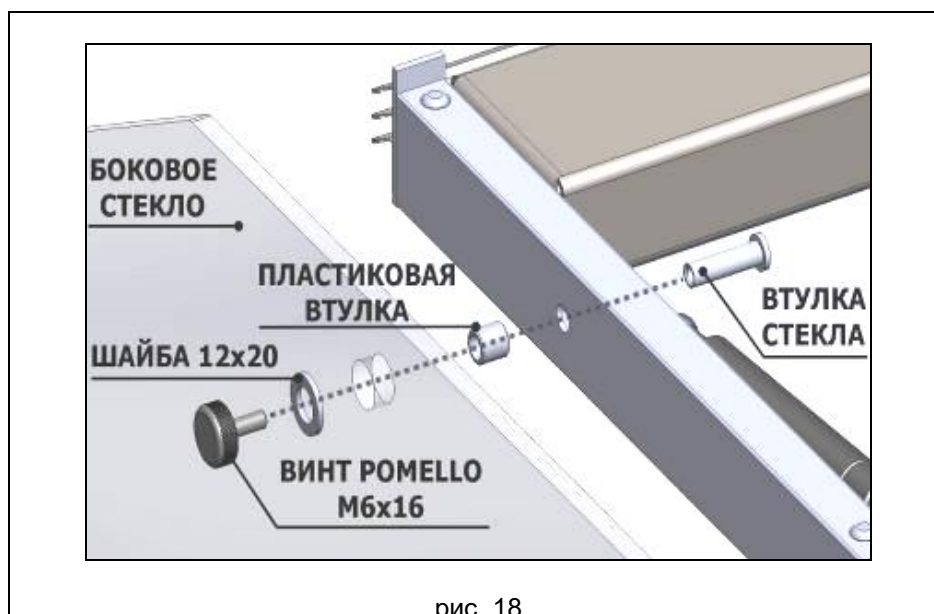

рис. 18
17. Аккуратно установить между прижимами антизапотевателей и вентиляционными панелями стёкла-антизапотеватели (рис. 18), уложить их на полкодержатели, выровнять между стойками.